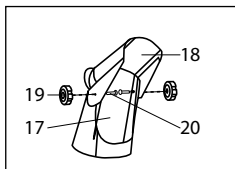

рис. 5
Совместите отверстия дефлектора (18) с отверстиями на выпускном желобе (17). Установите винты с полукруглой головкой (20) и закрепите гайкой (19) с двух сторон (рис. 5).
Расположите выпускной желоб (17) таким образом, чтобы дефлектор (18) был обращен вперед (рис. 5).